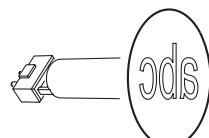
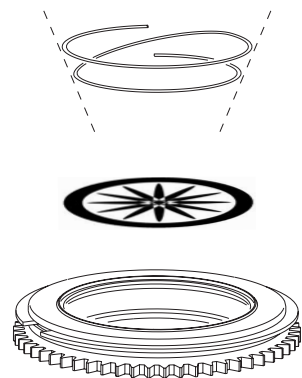

Bild 13. Richtige Gobo-Orientierung
Bild 16: Rotating goboholder
Die in Bild 13 gezeigten Gobo-Orientierungen sind in den meisten Fällen richtig. Die Orientierung ist wichtig, um Hitzeschäden der Gobos zu vermeiden. Wenden Sie sich an Ihren Martin Händler oder den Gobo-Hersteller, wenn Sie Fragen zur richtigen Orientierung des Gobos haben.
Die Gobos werden mit einer Haltefeder im Gobohalter fixiert (siehe Bild 16). Die Haltefeder kann für Gobos bis 3 mm Dicke verwendet werden. Dickere Gobos müssen mit unter UV-Licht aushärtendem und UV-beständigem Klebstoff (z.B. Loctite 330 Multibond mit Aktivator) in den Halter eingeklebt werden.
4. Legen Sie das neue Gobo in den Halter. Die dem Leuchtmittel zugewandte Seite muss oben, zur Haltefederweisend, liegen (siehe Bild 13 und Bild 16).
5. **Montieren Sie die Haltefeder mit der engen Windung zum Gobo zeigend (Bild 16).** Drücken Sie zur Identifikation der engen Windung die Haltefeder flach zusammen: die enge Windung liegt innen. Drücken Sie das Ende der Haltefeder unter die Lippe des Gobohalters.